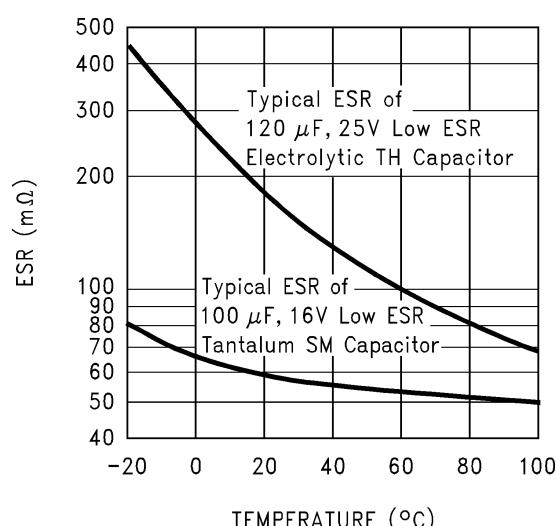

FIGURE 4. Capacitor ESR Changes vs Temperature
-25 以下の温度では、電解コンデンサは推奨できません。低温では ESR が急激に増加し、-25 では 3 倍に、-40 では 10 倍にもなります (Figure 4 参照)。幸い、アプリケーション回路の中ではコンデンサを流れる電流によってコンデンサの温度が上がるため、ESR が幾分減少します。